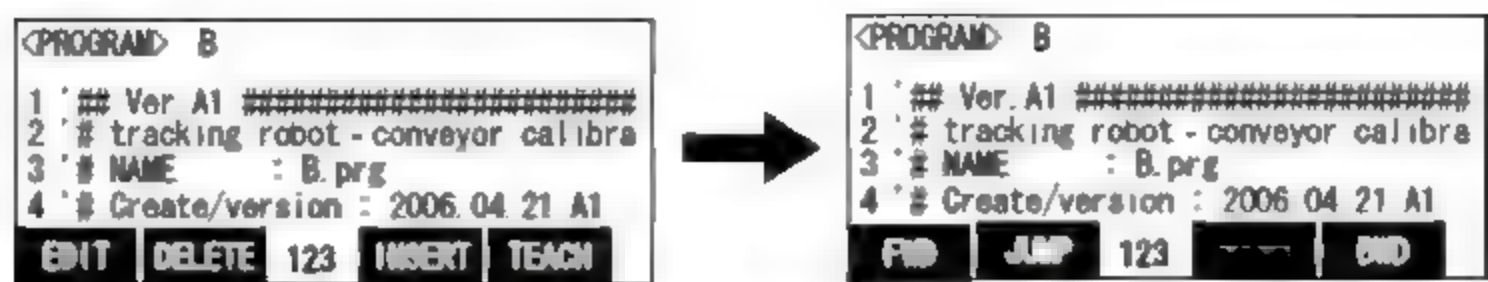

图 29-16 改变操作键功能
- (6) 按下 Function 键,改变功能显示,如图 29-16 所示。
- (7) 按下 F1(FWD)键,执行步进操作。